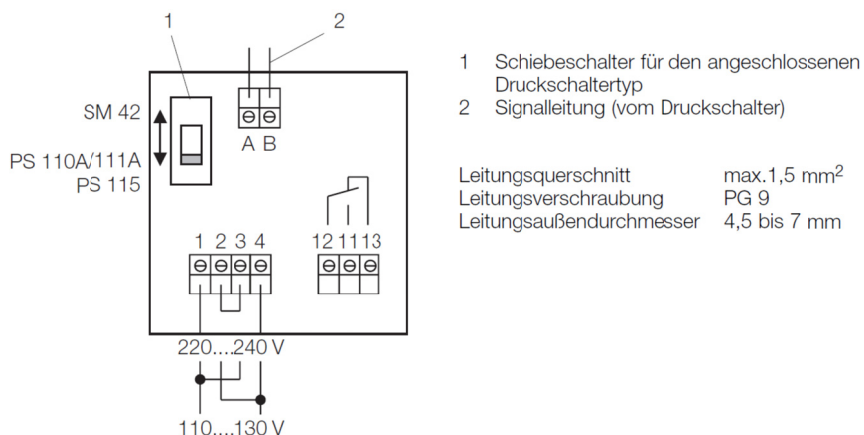

Abb. 5 Anschlussbild Schaltverstärker SV 110
Buchsenkontakt 3 (4/4) und Schutzleiter werden nicht angeschlossen! Zu verwendende Leitungen siehe Abb. 5.
- Buchsenkontakt 1 (4/4) mit Klemme A des Schaltverstärkers (siehe Abb. 5) verbinden.
- Buchsenkontakt 2 (4/4) mit Klemme B des Schaltverstärkers (siehe Abb. 5) verbinden.
Der Schiebeschalter (5/1) muss auf den angeschlossenen Druckschalterttyp eingestellt werden. Der Schaltverstärker ist bei Auslieferung auf 220 V eingestellt. Für eine Netzspannung von 110 V bis 130 V sind Brücken am Transformatoranschluss entsprechend der Abb. 5 umzuklemmen. Für den Netzanschluss ist die Vorschrift der VDE 0100 zu beachten. Der Anschluss des zu schaltenden Verbrauchers ist in Abb. 5 dargestellt.
Am angeschlossenen Schaltverstärker SV 110 muss der Relaiskontakt über den Klemmen 11 und 12 geöffnet sein (Abb. 5).
- Der Schaltkontakt über den Klemmen 11 und 12 (siehe Abb. 5) ist geschlossen.
Der Kontakt über den Klemmen 11 und 12 muss geöffnet sein (Abb. 5).
Der Steuerkreis des Schiebers ist über den Ruhekontakt Klemmen 12 und 13 (siehe Abb. 5) des Schaltverstärker-Relais zu schleifen. Für den Schaltkontakt des Druckschalters gilt die Grundeinstellung, siehe Abschnitt 3.1, d. h. die Membrane darf den Gegenkontakt gerade berühren. Korrektur mit Stellschraube (6/2) siehe Abschnitt 3.1.
Das elektrische Ventil (stromlos geschlossen) über den Ruhekontakt, Anschlussklemmen 12 und 13 (siehe Abb. 5) des Schaltverstärkers SV 110 steuern. Bei Netzausfall schließt dieses Ventil. Bei Netzwiederkehr wird dieses Ventil erst geöffnet, wenn sich Druckausgleich zwischen Messseite und Referenzseite des Druckschalters eingestellt hat.
Die Steuerung des Flutventils (stromlos geschlossen) erfolgt über den Arbeitskontakt des Schaltverstärker-Relais, Anschlussklemmen 11 und 12 (siehe Abb. 5). Zum Fluten bis Atmosphärendruck gilt die Grundeinstellung des Kontaktes. Soll der Flutvorgang früher beendet sein, so kann der Schaltschritt durch Rechtsdrehen der Stellschraube (6/2) stufenlos um max. 20 mbar abgesenkt werden.
Der Steuerkreis des Flutventils ist über den Ruhekontakt des Schaltverstärker-Relais, Klemmen 12 und 13 (siehe Abb. 5), zu schleifen. Durch Rechtsdrehen der Stellschraube (6/2) lässt sich der Schaltschwellenwert um max. 20 mbar über den Atmosphärendruck anheben.